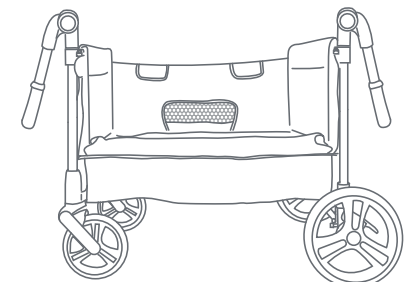

Fig. 10c
- Push the side down until it reaches the bottom of the wagon until there is a click (Fig. 10c).
- Empuje el costado hacia abajo hasta que llegue al fondo del vagón hasta que escuche un clic (Fig. 10c).